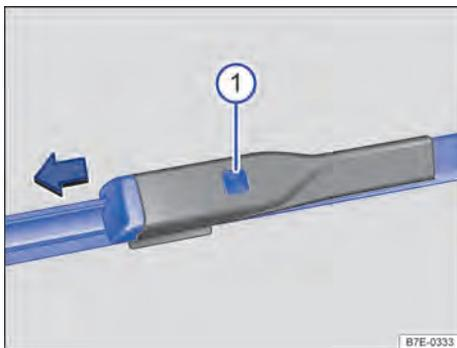

Fig. 166 No para-brisa: substituir as palhetas dos limpadores do para-brisa.
❶ botão de destravamento
dores dos vidros para fora, no sentido da seta → Fig. 166 ❶.